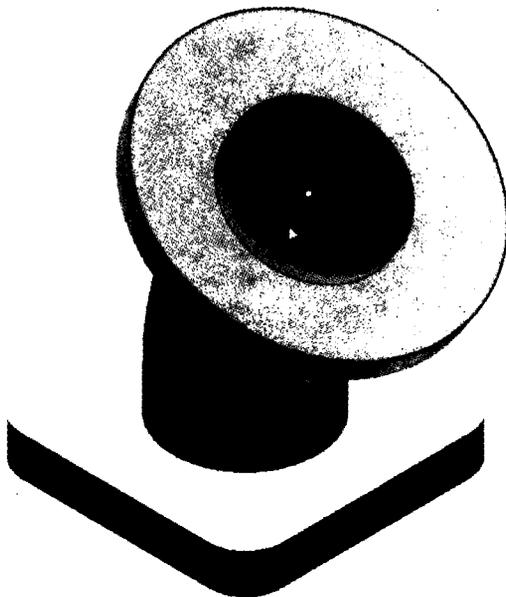

Рис. 3.24. Прimitives ускоряют процесс создания базовых форм
6. Перетащите на расстояние вниз и назад детали, чтобы сменить параметр инструмента на **Вычитание**, как показано на рис. 3.24.